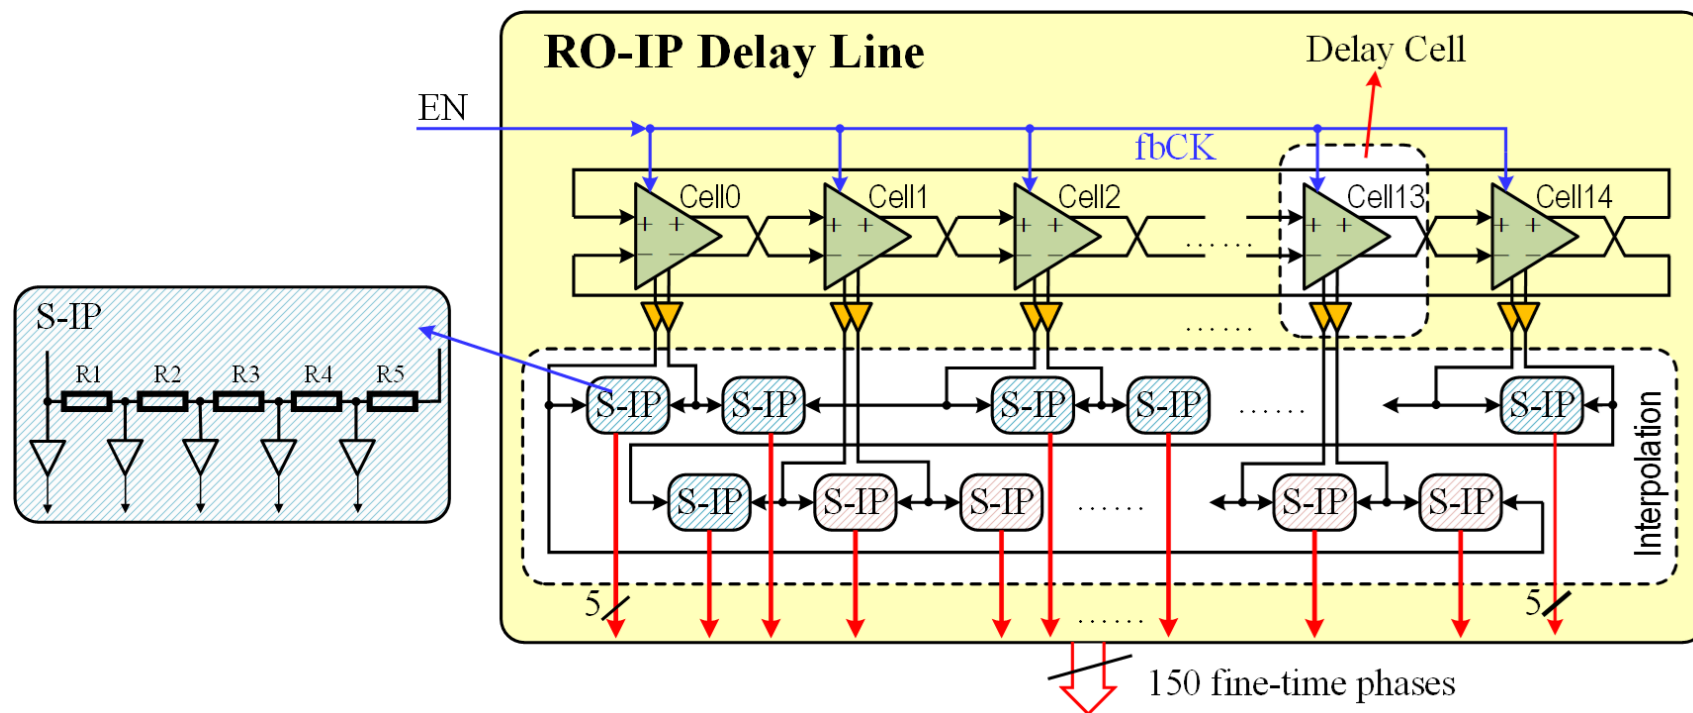

图3：xpcTDC结构示意图
- 每一级振荡信号中间插入5级电阻，实现振荡环的内插，降低TDC的最低有效位（LSB），整体结构如图3所示。